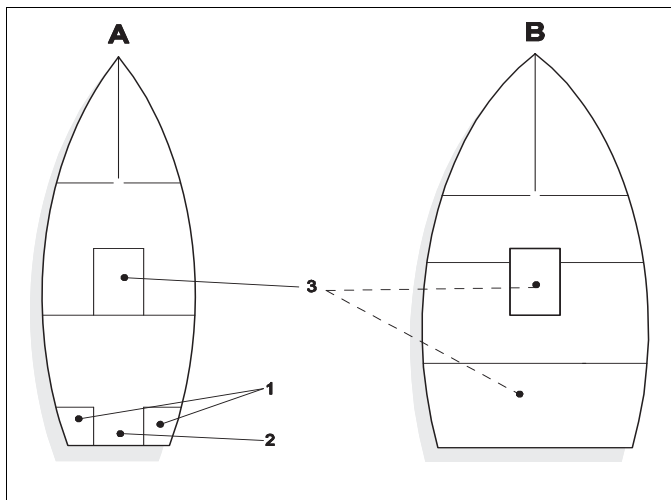

Fig. 2 *Installazione del riscaldatore nel gavone (1), nella zona tiranteria (2) o nel vano motore (3)*
► Raccomandazione relativa alla sede di montaggio (v. Fig. 2):